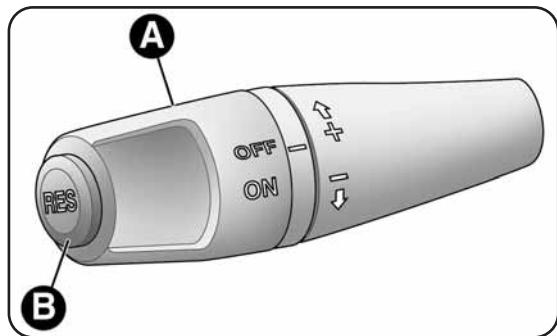

fig. 36
tourner la bague A-fig. 36 sur ON. Le dispositif ne peut pas être enclenché en 1^{ère} ou en M.AR: il convient de l'enclencher lorsqu'on est en 5^{ème} ou vitesse supérieure.
- tourner la bague A-fig. 36 sur ON et actionner l'accélérateur jusqu'à obtenir la vitesse sélectionnée;
- appuyer sur le bouton B-fig. 36 (RES).
- tourner la bague A-fig. 36 sur OFF;
En cas de dysfonctionnement ou d'anomalie du dispositif, tourner la bague A-fig. 36 sur OFF et s'adresser aux Services Agrésés Alfa Romeo.